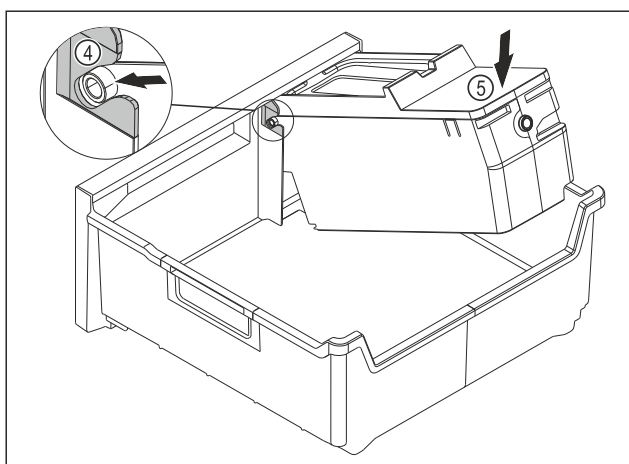

Fig. 246
- Montirajte glavni del EasyTwist-Ice: Osi glavnega dela EasyTwist-Ice potisnite v vodila Fig. 246 (4).
- Glavni del EasyTwist-Ice Fig. 246 (5) potisnite zadaj navzdol.